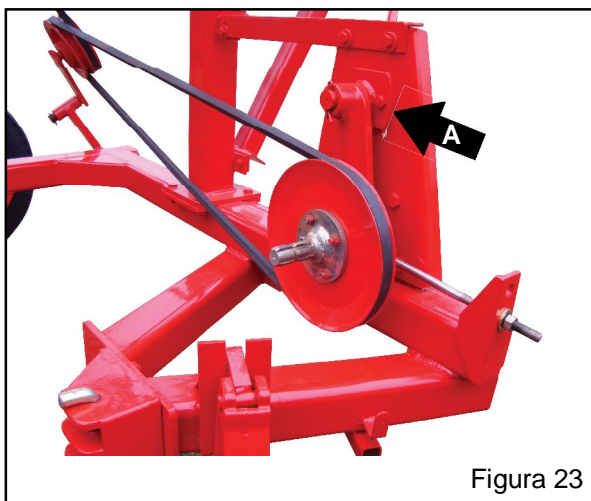

Figura 23
i) Efectúe la nivelación del cardán ajustando la polea de accionamiento a través de la placa "corrediza" "A" (Figura 23) y los tornillos de fijación. Para el alineamiento del cardán al tractor utilice los recursos de regulación de la barra de tracción.